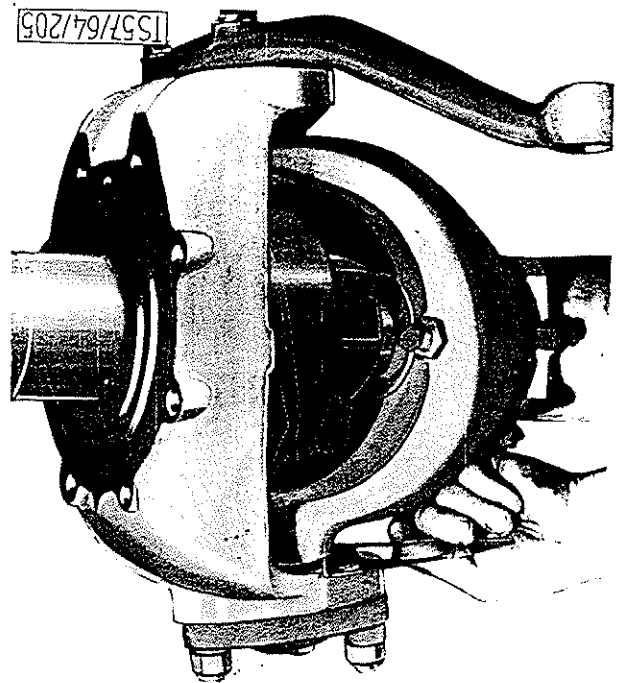

BILD 22: Ermittlung der Einstellscheibenstärke
8. Lenkhebel (8/2) bzw. Deckel mit Achsschenkelbolzen montieren. Man verwendet dabei die gleichen Einstellbleche (18/1) die bei der Demontage vorhanden waren (Bild 21). Bei Ersatz von Teilen muß die Stärke der Einstellbleche neu ermittelt werden. Dazu schraubt man provisorisch den Lenkhebel fest und hebt den Achsschenkel. Nun gleicht man das Spiel zwischen Lenkhebel und Achsschenkel mit Einstellblechen aus, die man seitlich einschiebt (Bild 22). Man trachtet dabei durch Verwendung von dicken Einstellblechen, deren Anzahl so klein wie möglich zu halten. Nun kann der Lenkhebel abgeschraubt und mit den ermittelten Einstellblechen endgültig montiert werden. Die Nyloc-Muttern werden mit einem Moment von 11,5 mkg angezogen. Nach dem Festziehen überprüft man, ob der Achsschenkel sich leicht bewegen läßt und das Axialspiel unter 0,1 mm liegt. Gegebenenfalls durch Korrigieren des Einstellblech-Satzes diesen Zustand einstellen.